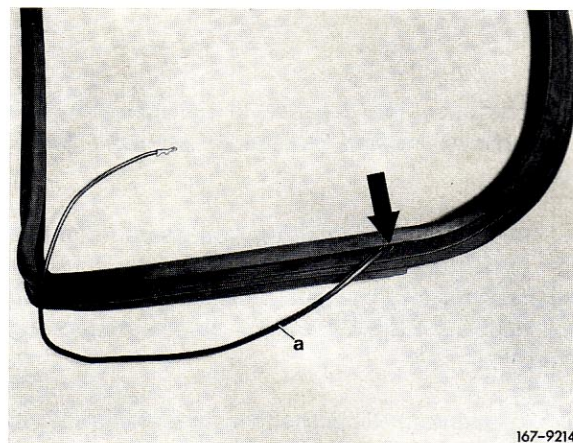

Bild 1
2 Heckscheibe ausbauen und heizbare Heckscheibe (1) einbauen, dazu neuen Gummi-Dichtungsrahmen verwenden (Werkstatt-Handbuch „Aufbau“ 67.3–200). Vor dem Auflegen des Gummi-Dichtungsrahmens links und rechts ein Loch für die elektrischen Leitungen der heizbaren Heckscheibe in den Gummi stechen (siehe Pfeil, Bild 1). Anschließend beide elektrische Leitungen durchziehen.